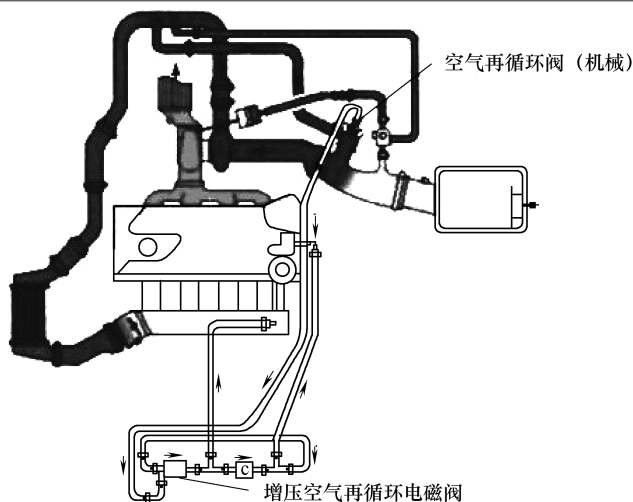

图 2-7 超速切断工况
(4) 超速切断工况 当发动机处于超速切断工况 (车辆大负荷行驶时驾驶人突然松开加速踏板) 时, 节气门开度会迅速减小, 而废气涡轮增压器的转速仍然较高, 若不加以控制, 增压空气继续流向节气门, 可能造成节气门的损坏。此时, 发动机 ECU 会控制增压空气再循环电磁阀 (N249) 工作, 以接通空气再循环阀 (机械) 的真空管路 (图 2-7), 利用发动机真空使增压空气再循环阀打开, 并使增压后的空气重新流回到进气管路, 增压气体形成局部循环, 避免增压空气冲击节气门。